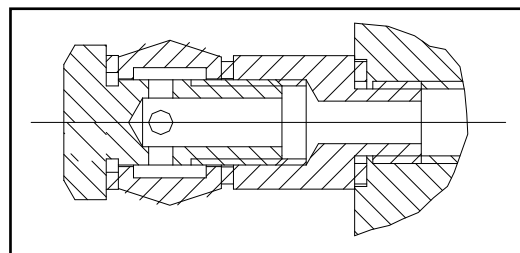

рис. 36
- ◆ Подключить гидравлический блок к контуру с помощью гибкого шланга (рис. 36)